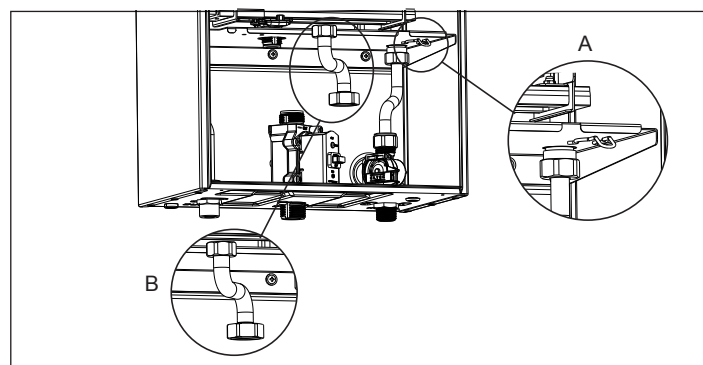

Fig. 15 - Desmontagem elementos
- Remova o clipe na rampa água fria (detalhe A fig. 15)
- Remover a rampa de gás (detalhe B fig. 15)